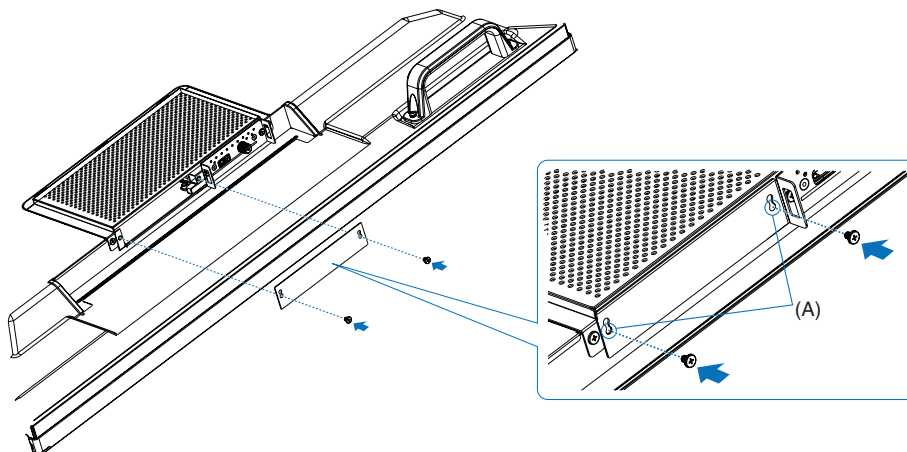

Figura 3
6. Per chiudere la fessura dell'alloggiamento non utilizzata, riposizionare il COPERCHIO ALLOGGIAMENTO (① o ②) con le viti rimosse (vedere **Figura 1**). Quando si posiziona il COPERCHIO ALLOGGIAMENTO ① o ②, utilizzare i fori (A) mostrati di seguito nel COPERCHIO ALLOGGIAMENTO (**Figura 3**).